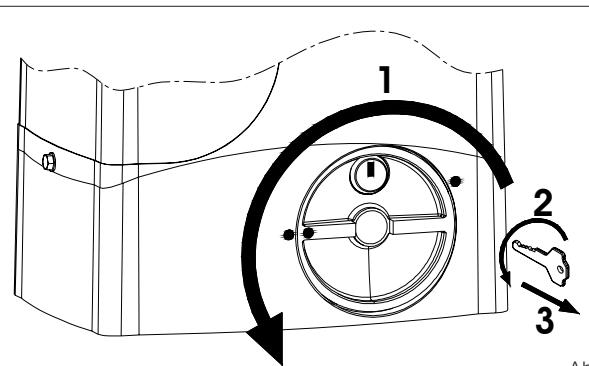

Abb.28
- 1) Das Entriegelungssystem im Uhrzeigersinn bis zum Anschlag drehen, Abb. 28 Bez. 1.
- 2) Den Schlüssel im Gegenuhzeigersinn drehen und vom Schloß abnehmen, Abb. 28 Bez. 2 und 3.